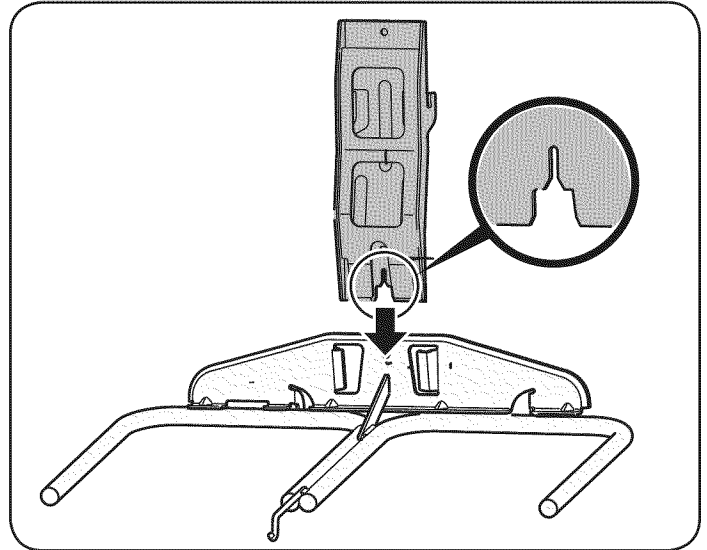
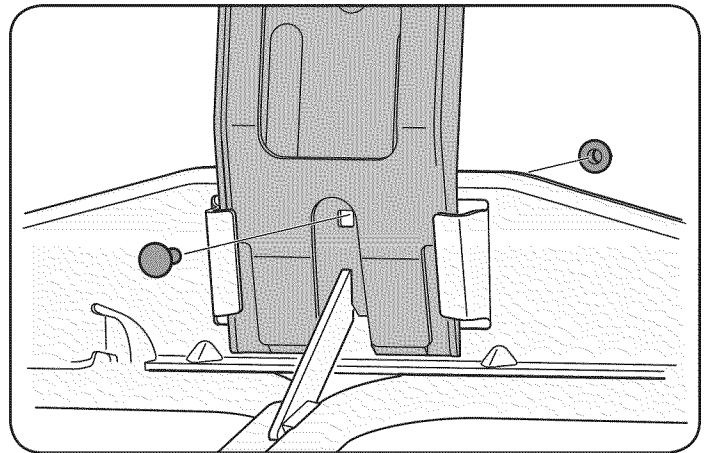

Figure 6
Figure 7
2. Inserte el extremo ranurado de la ménsula de soporte vertical en la unidad de soporte de los cubos, como en la Fig. 6, y fije con un perno del carro (710-0276) y una tuerca de seguridad con brida (712-04063) que vienen con la ménsula de soporte vertical. Vea la Fig. 7.